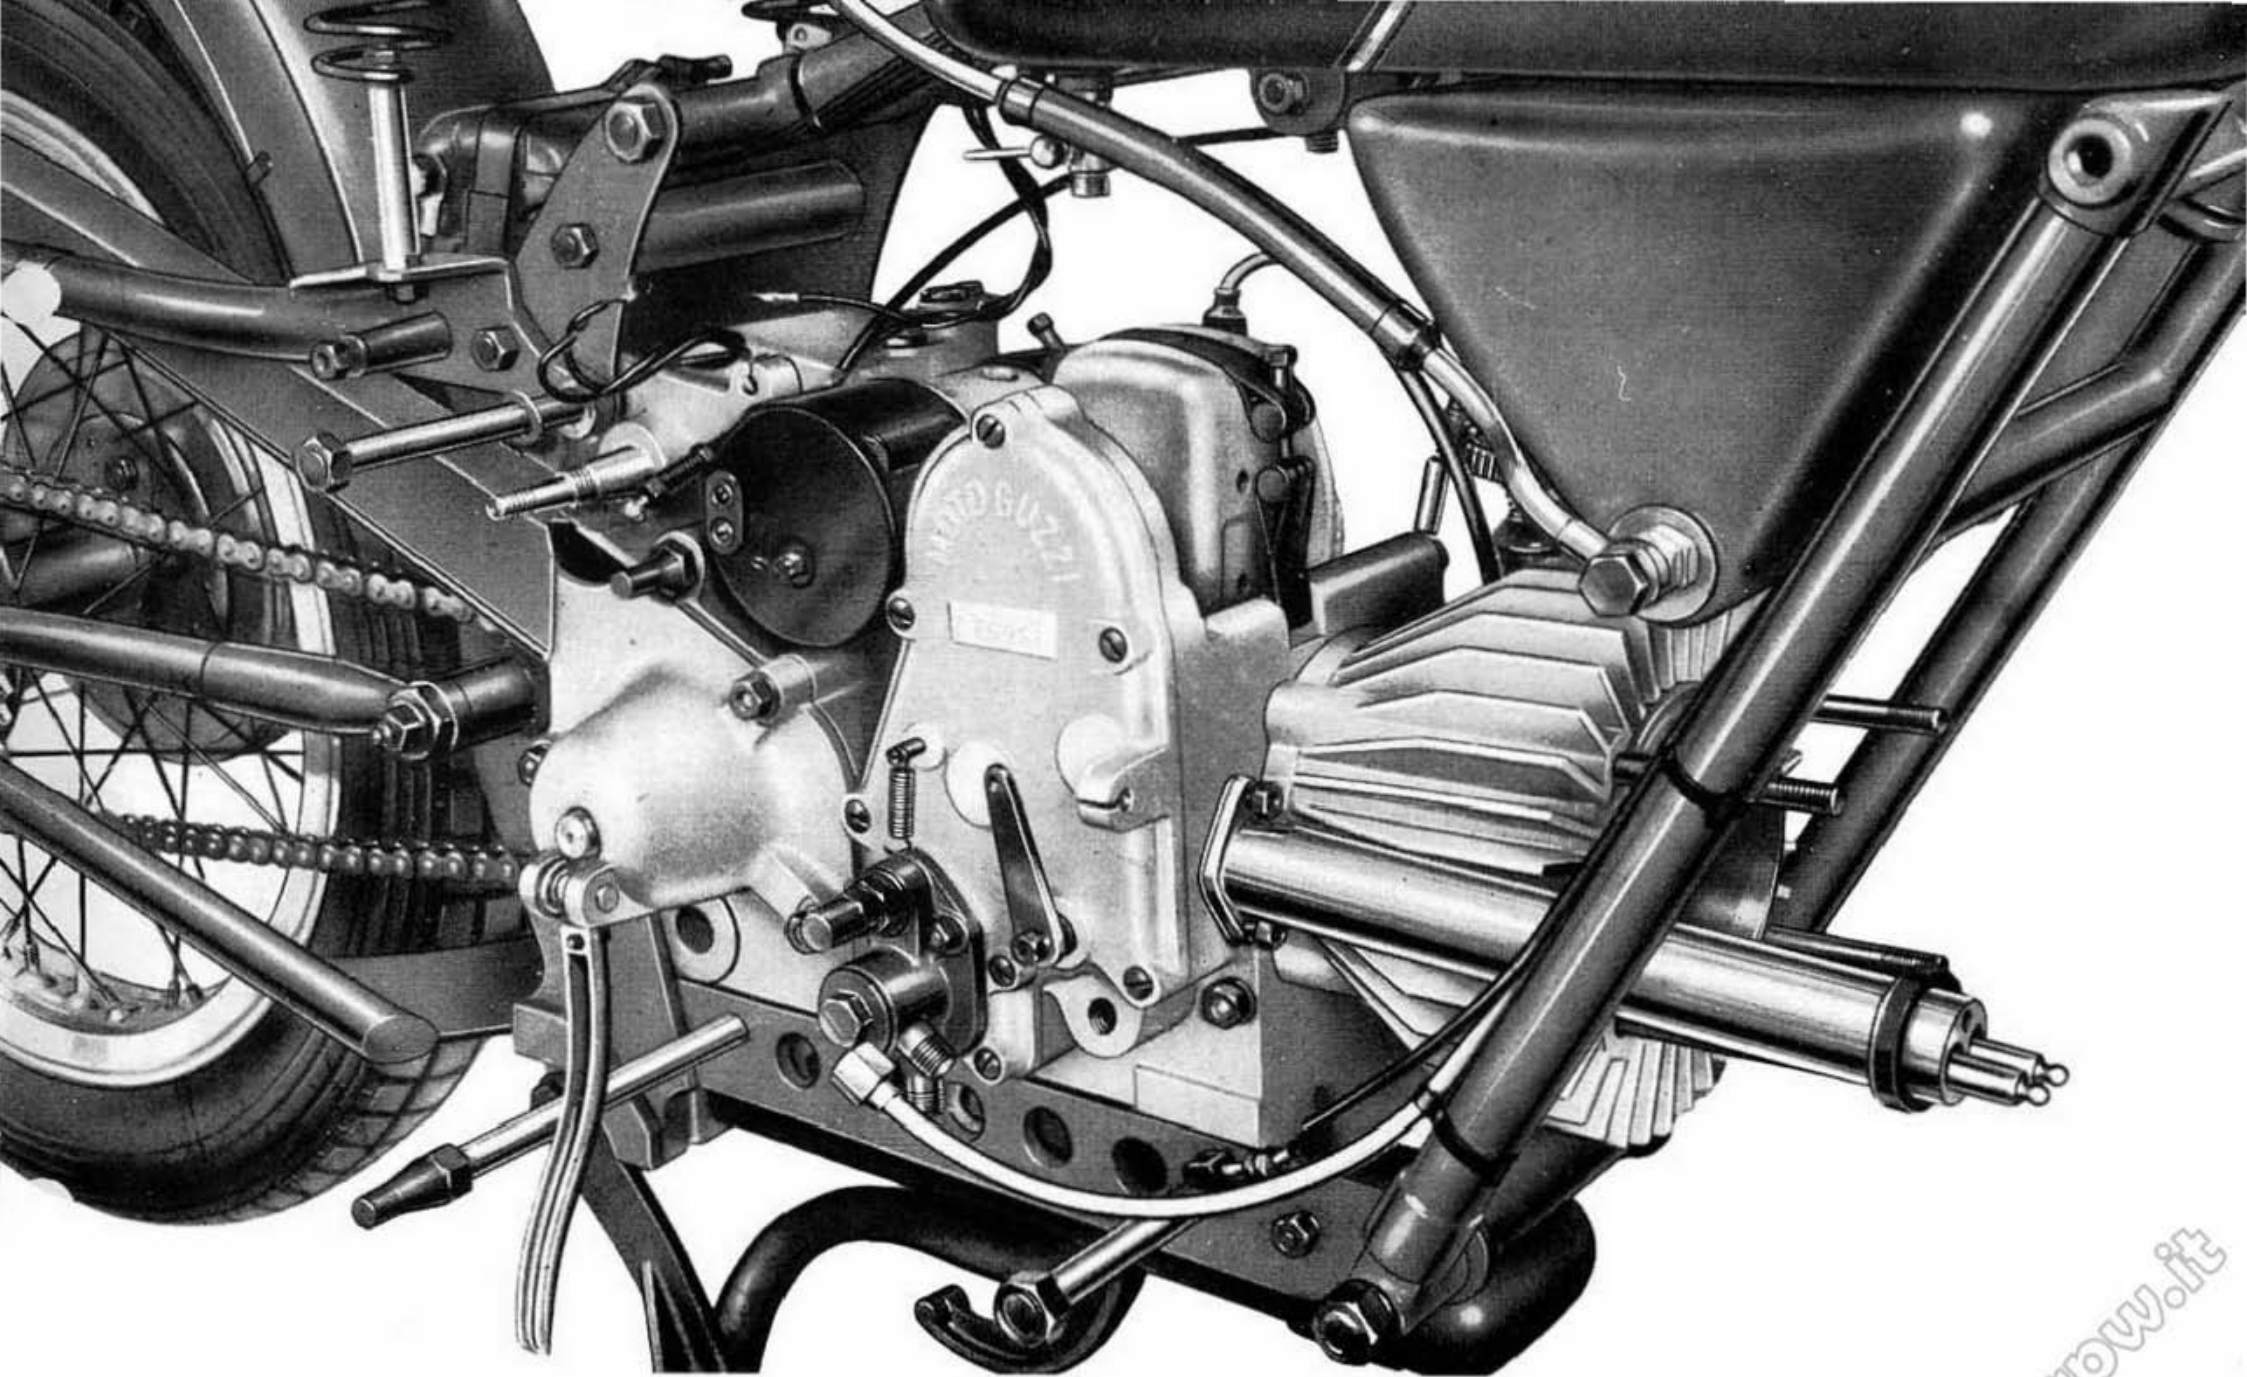

Fig. 7 - Motore pronto da togliere dal telaio, si notino i perni per fissaggio motore parzialmente sfilati 17
- il tubo di immissione dell'olio dal raccordo inferiore della pompa spostando la tubazione in alto per evitare l'uscita dell'olio (vedere fig. 7);